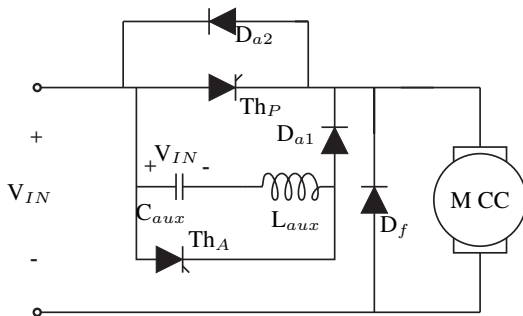

Figura 1
- (15 %) Se tiene una máquina DC con devanado de campo independiente, de 200 V, 1500 rpm, 40 A y $R_a = 0,25 \Omega$. La máquina se alimenta de una fuente DC de 250 V mediante un convertidor DC-DC de medio puente conmutando a 1000 Hz. La figura 1 muestra el diagrama del tiristor principal y su circuito de apagado. (Justifique completamente sus respuestas)